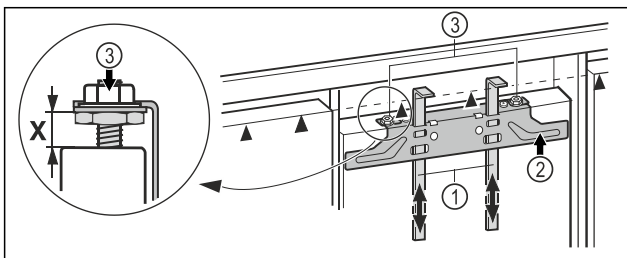

Fig. 43
- ▶ Montagehilfen Fig. 43 (1) auf Möbeltürhöhe hochschieben. Untere Anschlagkante ▲ der Montagehilfe = Oberkante der zu montierenden Möbeltür.
- ▶ Befestigungstraverse Fig. 43 (2) über die Kontermuttern Fig. 43 (3) abschrauben.